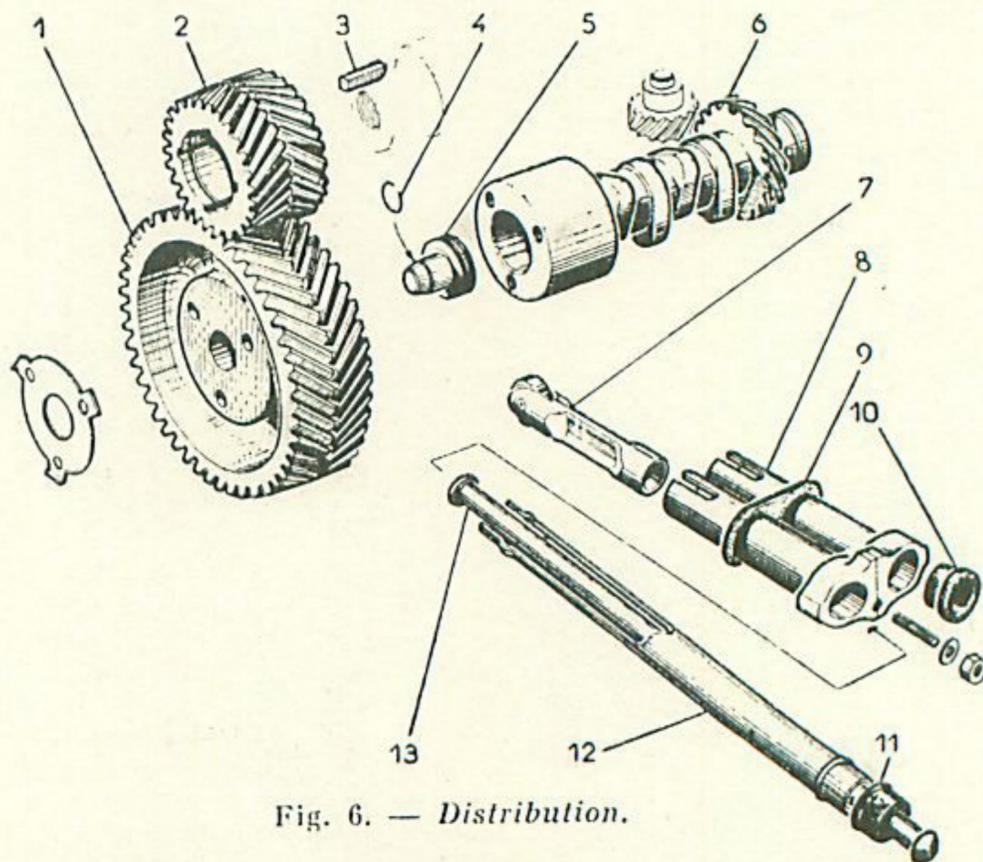

Fig. 6. — Distribution.
- Défreiner et déposer les trois vis fixant la roue d'arbre à cames (1) (fig. 6).
- Dégager les tiges de commande des culbuteurs (13) (fig. 6), les tubes de protection (12) et les joints caoutchouc (10 et 11).
- Sortir l'arbre à cames et déposer le piston du mancontact (5) (fig. 6).
- Vérifier l'état des galets ; ceux-ci doivent pouvoir tourner sans jeu et sans serrage (fig. 6).
- Huiler l'ensemble et le monter dans le guide (8) et s'assurer que le galet n'est pas gêné par la fente du guide poussoir ; sinon, retoucher la fente à la lime douce. Même procédé pour les autres poussoirs et guides.